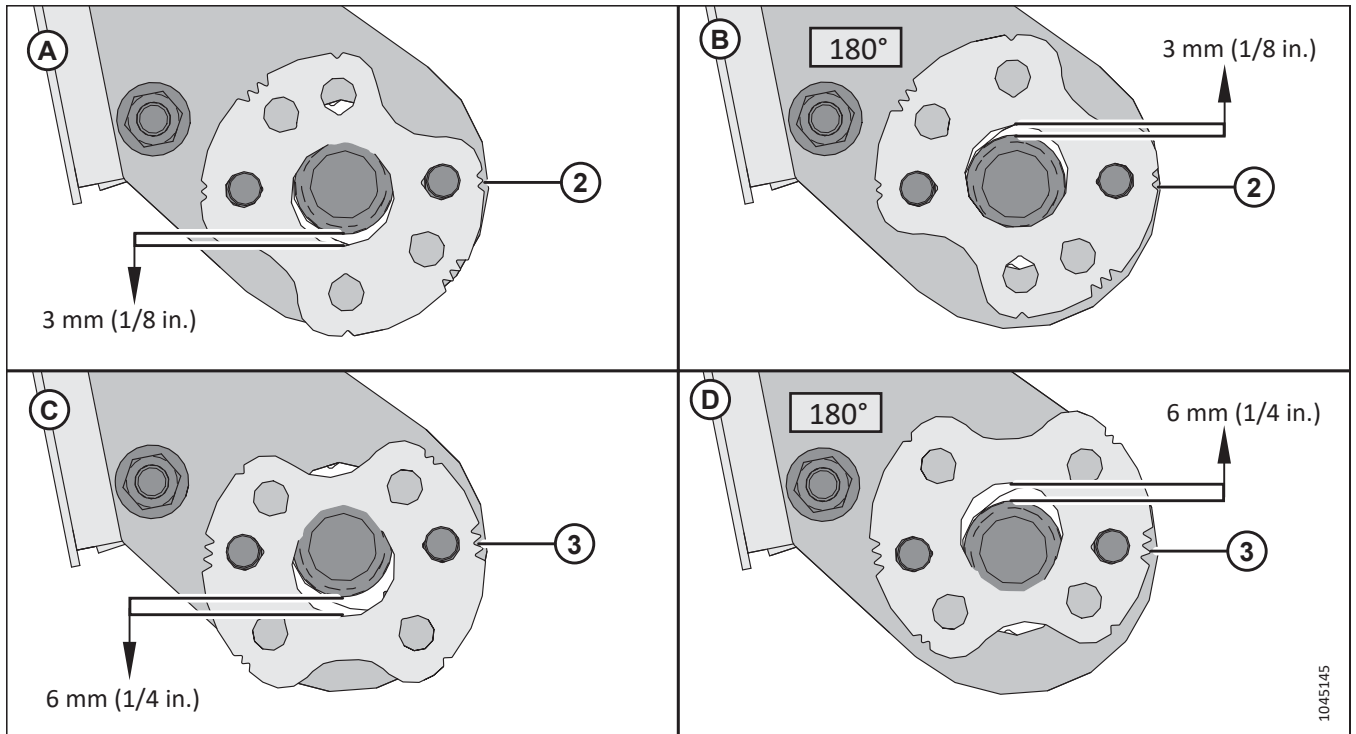

Рисунок 3.156: Положение регулировочных пластин
8. Если требуется регулировка, запомните положение стопорных штифтов относительно центрального отверстия регулировочных пластин, отверните гайки (С) и измените положение регулировочных пластин (А) по необходимости. См. рис. 3.156, страница 117.